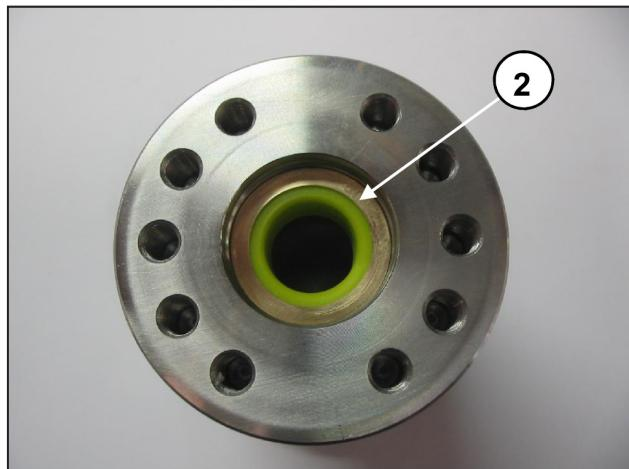
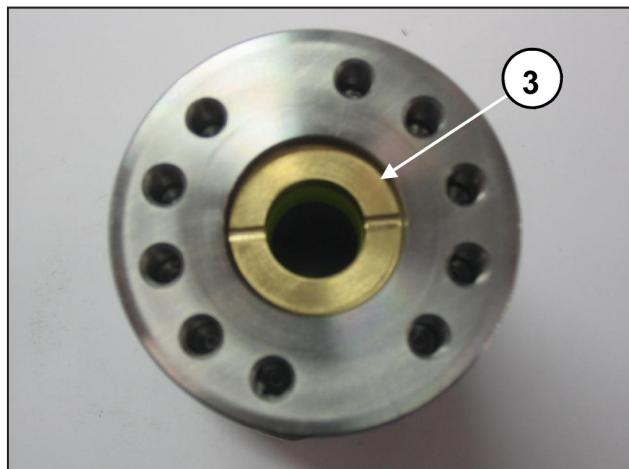
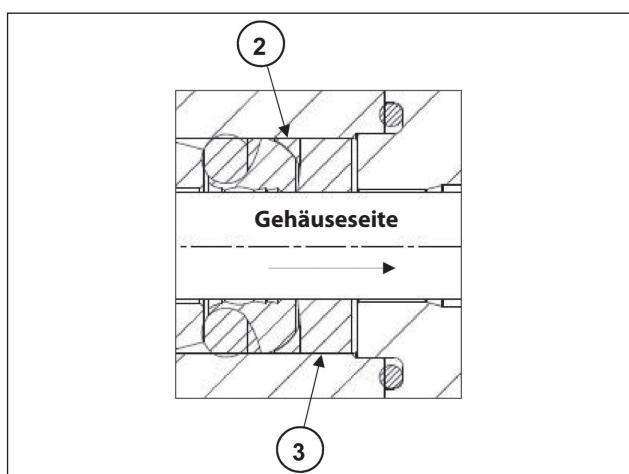

Abb. 41
Abb. 42
Abb. 43
- Setzen Sie den Stützring ② und die Dichtungshülse ③ wie in Abb. 41, Abb. 42, Abb. 43 gezeigt ein.
Führen Sie die Dichtungshülse ③ mit nach außen gerichteten Aussparungen (zur Gehäuseseite) gemäß Abb. 42 und Abb. 43 ein.